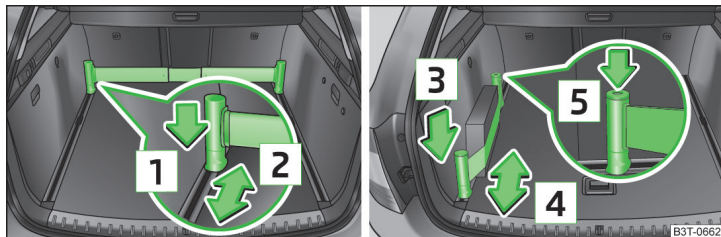

Fig. 117 Barre télescopique et sangle de serrage
- Appuyez sur la partie supérieure du support dans le sens de la flèche **[1]** » fig. 117 et poussez en même temps dans la position souhaitée dans le sens de la flèche **[2]**.
- Appuyez sur le support dans le sens de la flèche **[3]** » fig. 117 et poussez en même temps dans la position souhaitée dans le sens de la flèche **[4]**.
- Vous pouvez également dérouler complètement la sangle de serrage en appuyant sur la touche **[5]** » fig. 117.